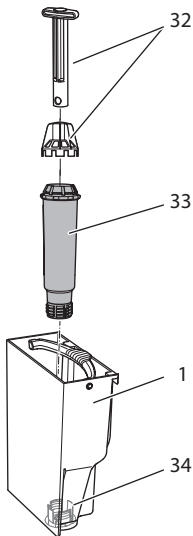

Bild 19: Skruva fast eller lossa vattenfiltret
- Ta ut vattenfiltret (se Bild 19 på sidan 207).
9. Sätt i ett nytt filter i vattenbehållaren (se Bild 19).
3. Ta ut vattenfiltret (se Bild 19).